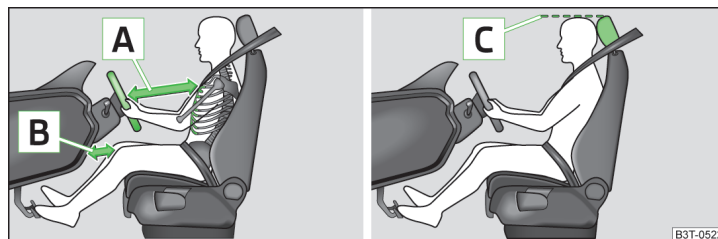

Fig. 1 Poziția corectă a șoferului / Tetieră corect reglată
- ✓ La autovehicule cu airbag pentru genunchii șoferului, reglați longitudinal scaunul șoferului în așa fel, încât distanța de la picioare **B** » fig. 1 la planșa de bord să fie de minim 10 cm în zona airbagului pentru genunchi. ▶
- ✓ Reglați volanul astfel încât distanța **A** dintre volan și torace să fie de cel puțin 25 cm » fig. 1. Reglarea volanului » pagina 8, *Reglarea poziției volanului*.
- ✓ Reglați tetiera astfel încât marginea superioară a tetierei să se afle, pe cât posibil, la aceeași înălțime cu partea superioară a capului dumneavoastră **C** » fig. 1.
- ✓ Reglați tetiera astfel încât marginea superioară a tetierei să se afle, pe cât posibil, la aceeași înălțime cu partea superioară a capului dumneavoastră **C** » fig. 1 *la pagina 7*.
- ✓ Reglați tetiera astfel încât marginea superioară a tetierei să se afle, pe cât posibil, la aceeași înălțime cu partea superioară a capului dumneavoastră  » fig. 1 la pagina 7.